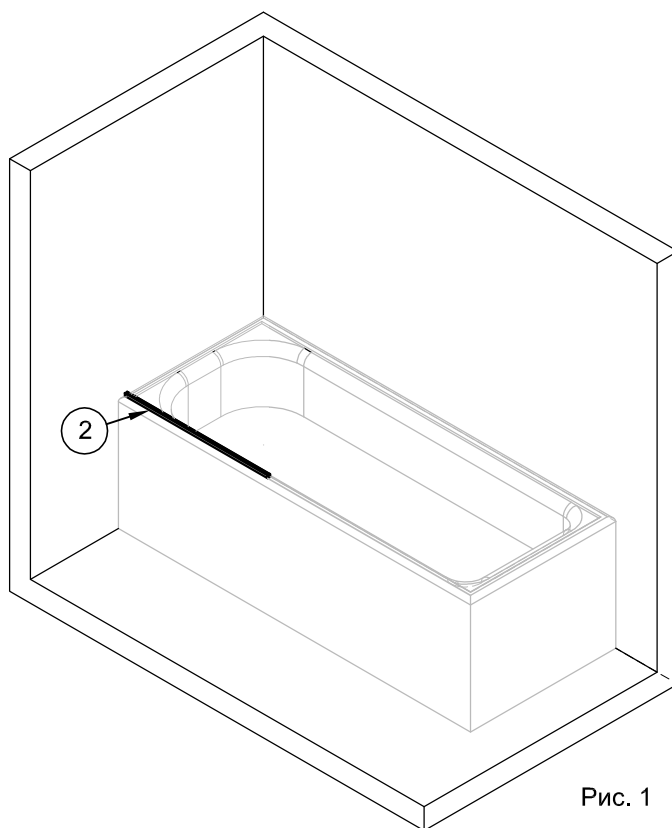

Рис. 1
1.2. Установить профиль №2 на борт ванны. Профиль должен быть параллельным краю ванны и торцом вплотную к стене (рис.1).